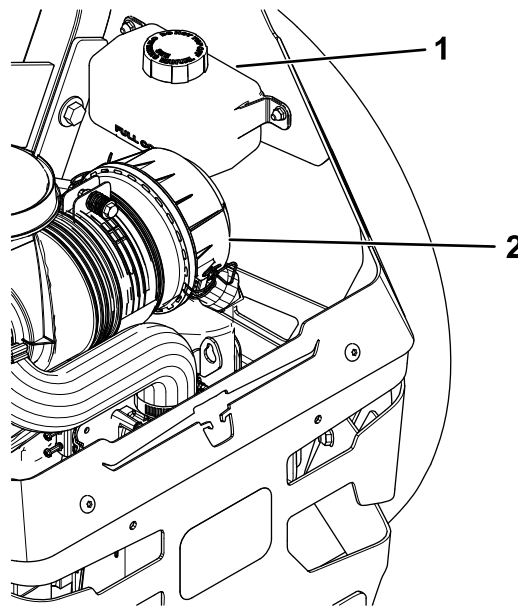

Bild 72
2. Prüfen Sie das Ausdehnungsgefäß und füllen Sie ggf. Hydrauliköl der Sorte Toro® HYPR-OIL™ 500 bis zur Markierung FULL COLD auf (Bild 72).